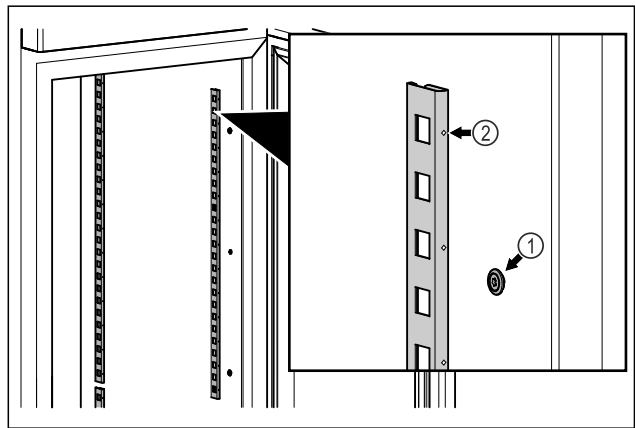

Fig. 58 Примерное изображение
- ▶ Навесьте фиксатор на крепление Fig. 58 (1). Отметка Fig. 58 (2) должна располагаться спереди.